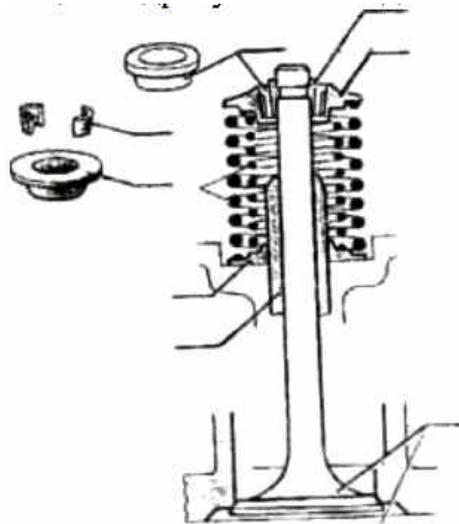

Рис. 2.2. Клапанный механизм:
2. Обозначьте, согласно указателю (рис. 2.2), номер детали клапанного механизма, соответствующий подрисуночной подписи.